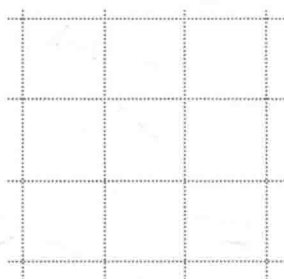

图 1.2 调整栅格到合适的大小
(1) 在 **草绘** 选项卡中单击  按钮。
(2) 此时系统弹出“栅格设置”对话框,在 **间距** 选项组中选中  **静态** 单选项,然后在 **X:** 和 **Y:** 文本框中输入间距值 10;单击 **确定** 按钮,结束栅格设置。
Step3. 此时,绘图区中的每一个栅格表示 10 个单位。为了便于查看和操作图形,可以滚动鼠标中键滚轮,调整栅格到合适的大小(图 1.2)。单击“草绘显示过滤器”按钮 ,在系统弹出的菜单中取消选中  **显示栅格** 复选框,将栅格的显示关闭。